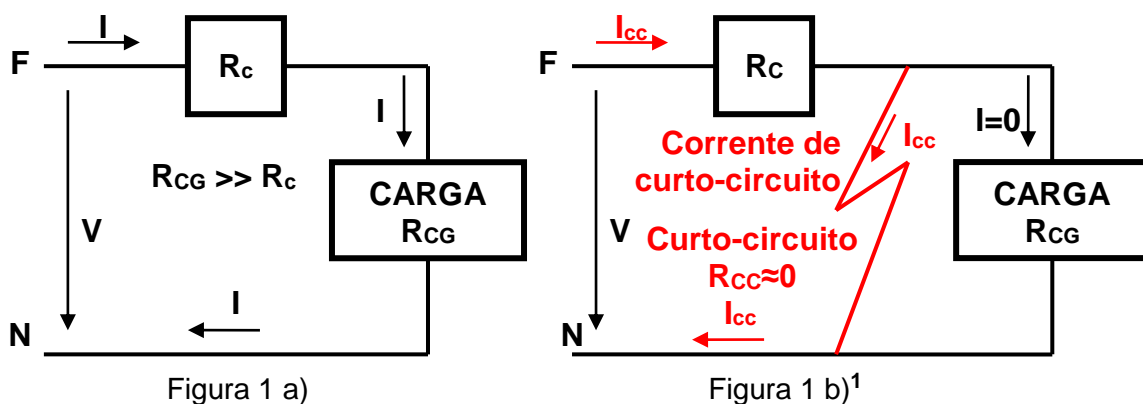

Figura 1 – Circuito entre fase e neutro, em situação normal (a) e com curto-circuito (b)1
Atente-se na Figura 1, onde se representa um *circuito elétrico* estabelecido entre uma *fase (F)* e o *neutro (N)*, alimentando uma *carga* com uma *resistência*  $R_{CG}$  com uma *tensão aplicada*,  $U$ , sendo  $R_c$  a *resistência do cabo* do circuito: